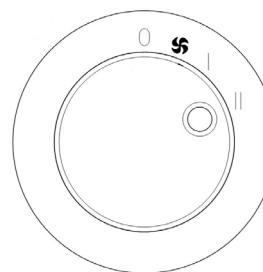

fig. 5
- Zur Aktivierung der Funktion HÖCHSTLEISTUNG drehen Sie den Knopf "B" (Abb. 1) so, dass der Bezug "I" mit dem Symbol "II" auf der Bedienkonsole (Abb. 5) zentriert ist.
- Para activar la función POTENCIA MÁXIMA, gire la manija "B" (fig. 1) de tal forma que la referencia "I" quede alineada con el símbolo "II", presente en el panel de mandos (fig. 5).